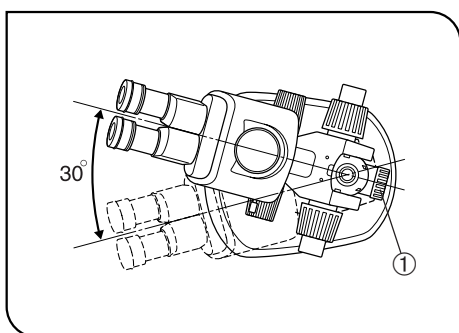

Abb. 1
2. Um ein Kippen des Mikroskopstativs zu vermeiden, muss sein Drehwinkel (links-rechts) auf 30° begrenzt werden, wie in Abbildung 1 gezeigt. Der Neigungswinkel der Arbeitsfläche sollte 5° nicht überschreiten.
4. Zum Anpassen der Höhe des Mikroskopstativs das Stativ mit einer Hand festhalten und die Feststellschraube der Fokussiereinrichtung ① lösen. (Abb. 1)